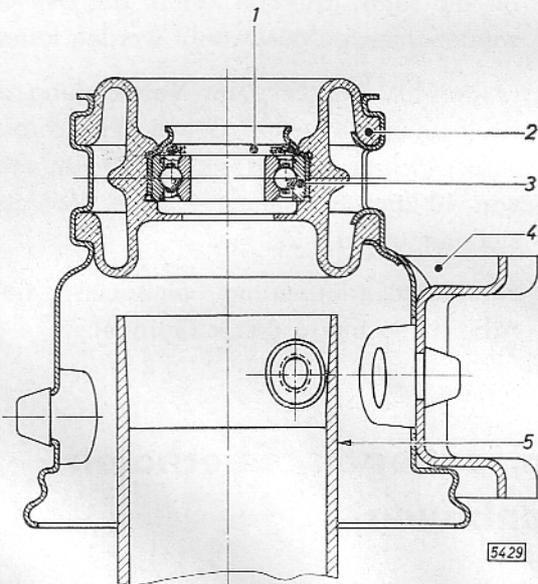

Bild B 25 - Anordnung Kugellager und Gummidämpfungsring in Gelenkbrücke
3. Kugellager mit der labyrinthartigen Blechfassung nach außen – siehe Einbaulage in Bild B 25 – in Gummidämpfungsring der Brücke einsetzen. Kontrollieren, ob der Raum zwischen Blechfassung und Kugellager